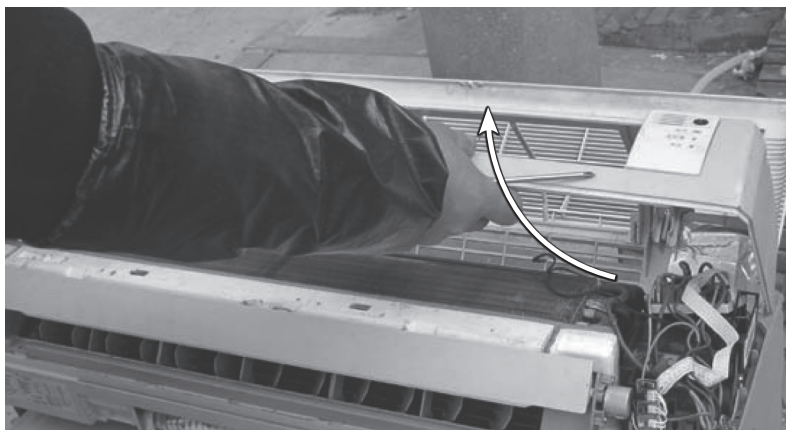

图 7-14 拆室内机外盖
2) 取下室内机外盖，听声音由左侧的轴承组件发出，判断为轴承组件缺油，如图 7-14 所示。